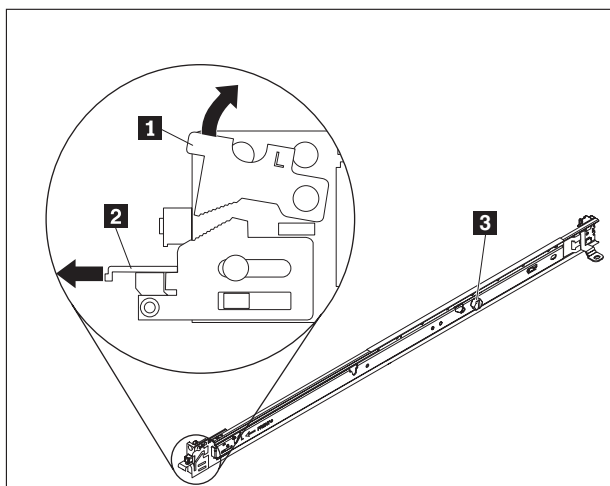

Figura 9. Vista de les guies
1. Obriu la balda de la guia anterior, tal com es mostra a Figura 9 a la pàgina 18.